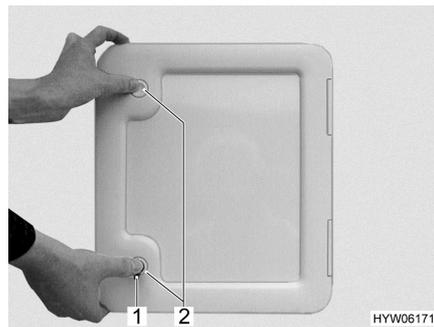

Bild 92 Klappe für den Fäkalientank
- Die Klappe für den Fäkalientank außen am Fahrzeug öffnen. Dazu den Schlüssel in den Schließzylinder des Druckschlösses (Bild 92,1) stecken und eine viertel Umdrehung im Uhrzeigersinn drehen.
- Beide Druckschlösser (Bild 92,2) gleichzeitig mit dem Daumen drücken und die Klappe für den Fäkalientank öffnen.